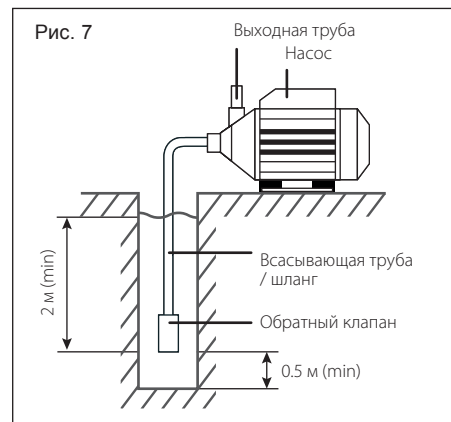

Рис. 7
- Соберите подводящий и отводящий каналы согласно Рис. 7. Обратный клапан в комплект не входит;